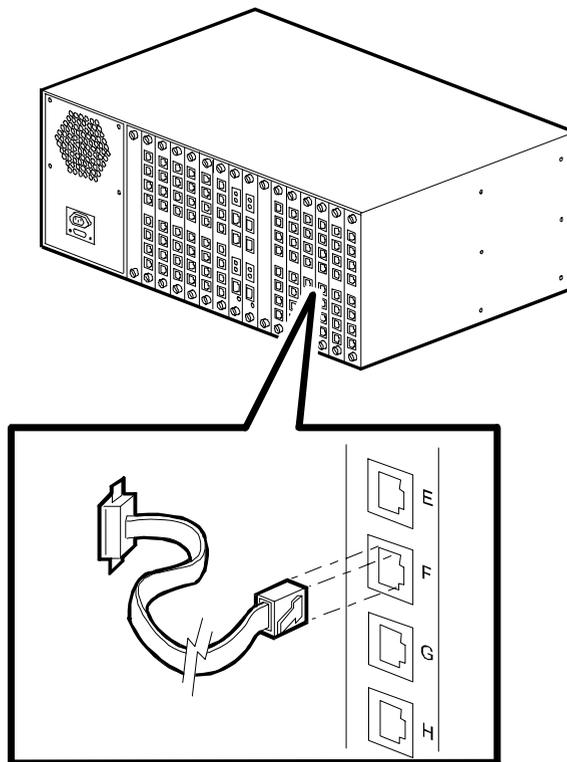

Figura 2-7. Connessione di un cavo seriale RJ45
6. Dopo aver installato tutte le schede adattatrici digitali, occorre collegare i cavi seriali inserendo i cavi RJ45 nei connettori RJ45 contrassegnati con le lettere **A, B, C, D, E, F, G, e H** (per 8 porte) o **A, B, C, e D** (per 4 porte) di ogni scheda adattatrice. Vedere Figura 2-7. Collegare ciascun connettore seriale a un server terminale o altro dispositivo DTE.